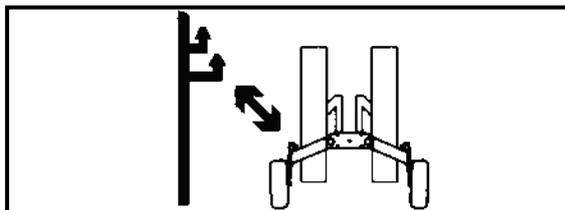

Fig. 84 Atención, líneas de alta tensión - ¡Peligro de muerte! Mantener la distancia de seguridad.
- Sobre todo al doblar la unidad segadora hacia arriba, así como al circular con la máquina a la posición de transporte (Fig. 84), tenga en cuenta las distancias a mantener con respecto a las líneas de electricidad (para los valores, consulte la Tab. 1).